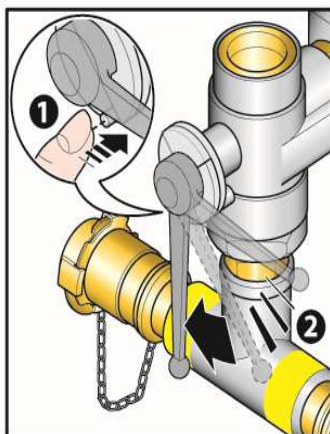

Figura 20 - Sgonfiaggio con pannello 1" per otturatori XLi
- Dalla posizione di chiusura della valvola, premere il bottone di sicurezza ed aprire gradualmente la valvola in senso orario, avendo cura di controllare l'eventuale deflusso dell'acqua al di sotto dell'otturatore e che questo non subisca alcuno spostamento (Figura 20).